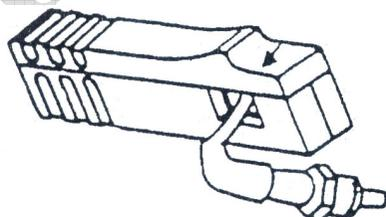

Fig.03
- Na parte de cima da pinça indutiva (parte plástica vermelha com chave deslizante), existe uma parte deslizante com uma seta de indicação. Puxe para trás esta parte, abrindo-a, introduza o cabo de vela do 1º cilindro do automóvel na pinça, tomando o cuidado que a seta de indicação da pinça esteja apontada em direção da vela do automóvel. Feche a chave. Para melhor visualização veja a fig.03